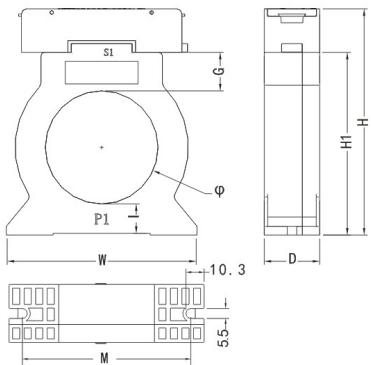

图 2 探测器外形示意图（配开口式圆孔剩余电流互感器）
1.2 配闭口式圆孔剩余电流互感器的探测器外形尺寸图如图 2 所示, 配闭口式方孔剩余电